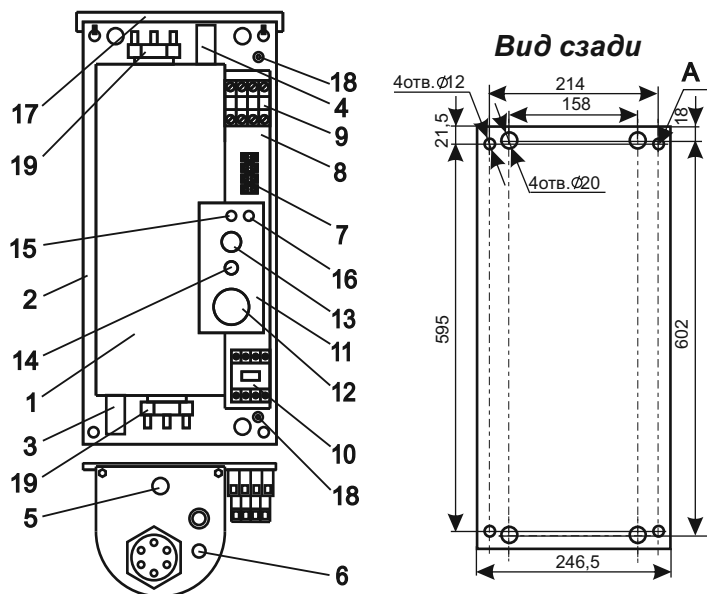

Рисунок 1 (кожух не показан):
4.1 Приборы ЭВАН-С1 -3; -4; -5; -6; -7,5; -9; -12; -15; -18; -21; -24; -30 в соответствии с рис. 1 состоят из следующих основных частей:
- котла (1) с входным (3) и выходным (4) патрубками G 1¹/₄ датчиком терморегулятора (6), аварийным самовозвратным термовыключателем (5), отключающим прибор при 92° С, и блоками трубчатых электронагревателей (ТЭН) (19);
- панели (2) с зажимом заземления (18) для подключения защитного проводника РЕ;
- кронштейна (8) с размещенными на нем зажимом клеммным (7) для подключения циркуляционного насоса и датчи-ка температуры воздуха, пускателем (10), элементами управления и сигнализации расположенными на панели управления (11):
- сигнальной лампы «НАГРЕВ» (14);